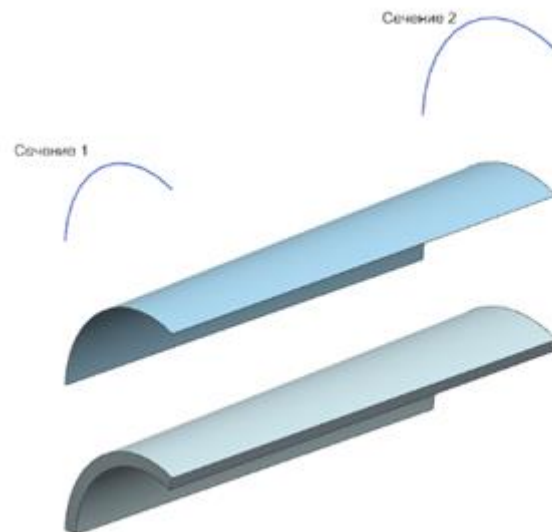

Рис.7
- 27 С помощью какого инструмента в NX создано твердое тело на рис. 7?